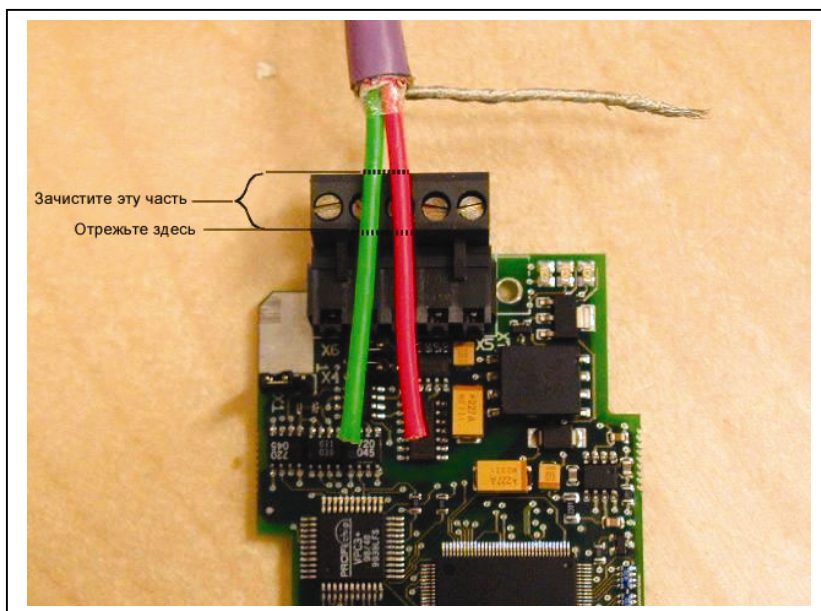

Рис. 4-4
2. Не оставляйте более 1 см красного и зеленого кабелей данных вне терминального блока и оголите их примерно на 0,5 см, чтобы они подошли к клеммам (рис. 4-4 и 4-5).